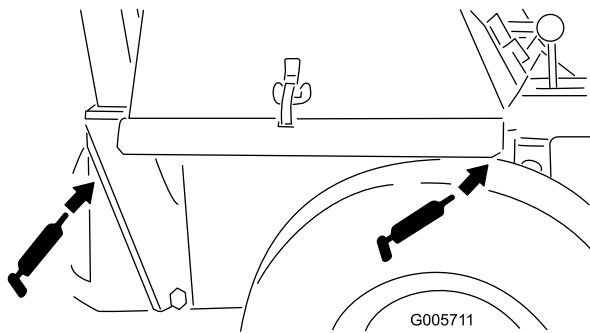

Figura 37
- Blocos da caixa articulada da tomada de força (Figura 37)